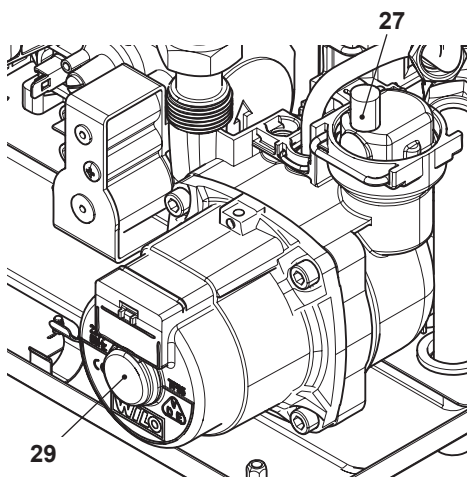

Figura 6.3
- Levante el tapón de la válvula de purga automática 27 en la Figura 6.3.
- Quite el tapón 29 en la Figura 6.3 y desbloquee la bomba girando el rodete con un destornillador. Durante esta operación, purgue la bomba.